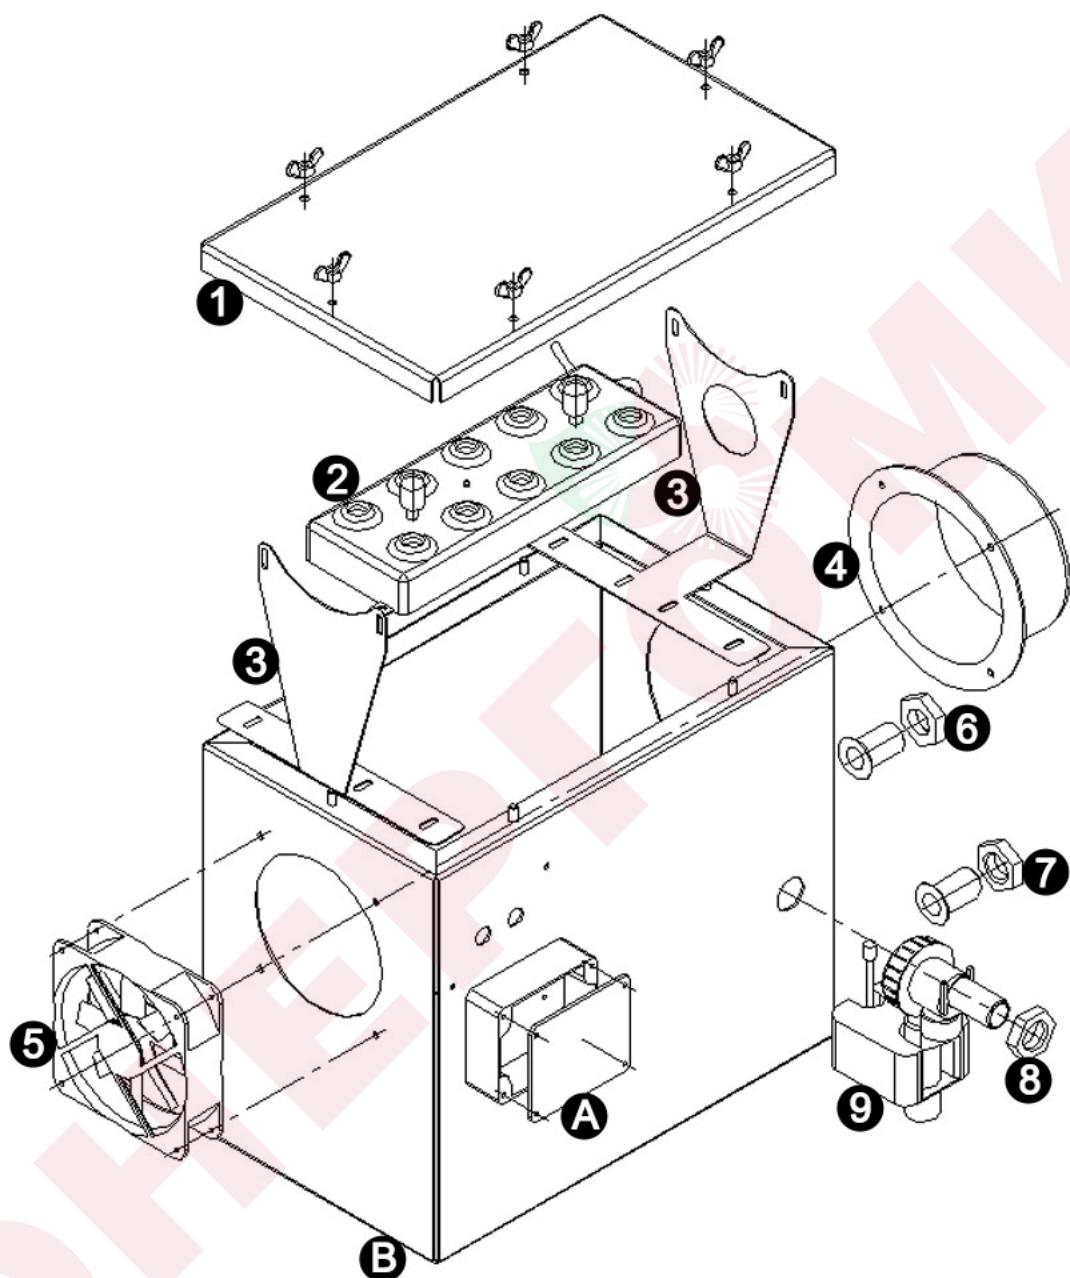

Рисунок 2.1. Взрыв-схема модуля увлажнения
- На рисунках 2.1 – 2.3 приведен внешний вид приборов УЗ-6 (рисунки 2.1 – 2.2) и УЗ-6(Е) (рисунок 2.1 и рисунок 2.3) производительностью 6 кг/час. Внешний вид приборов другой производительности может отличаться.